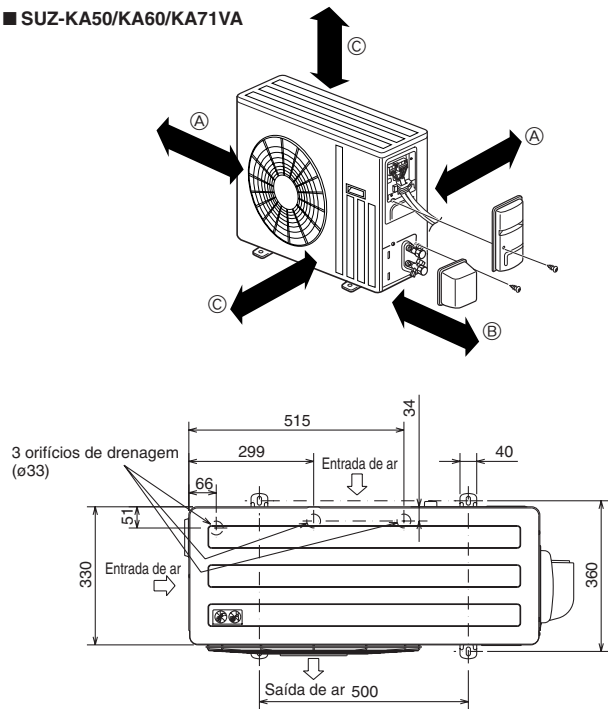

Fig. 3-1
3.1. Unidade exterior (Fig. 3-1)